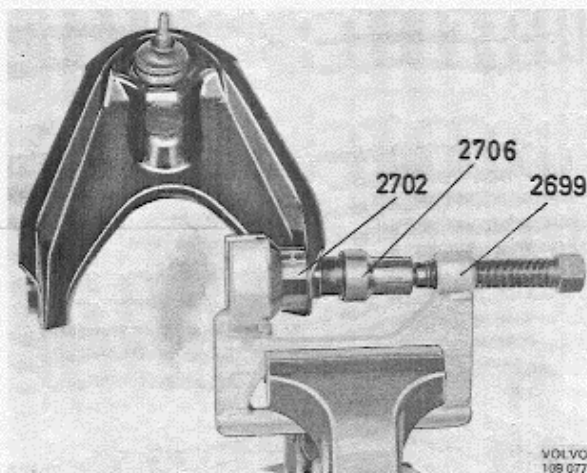

Abb. 39 Einbau der ersten Querlenkerbuchse, oberer
3. Preßwerkzeug 2699 in den Schraubstock ein-spannen. Danach eine der neuen Buchsen mit den Werkzeugen 2702 und 2706 gem. Abb. 39 in die Querlenker-gabel einpressen.